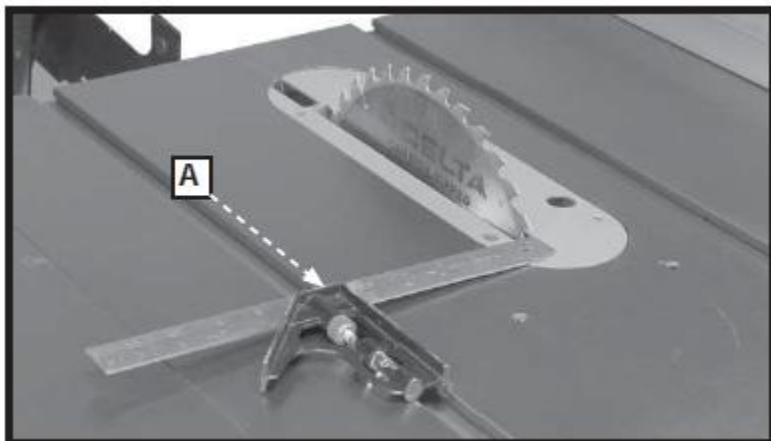
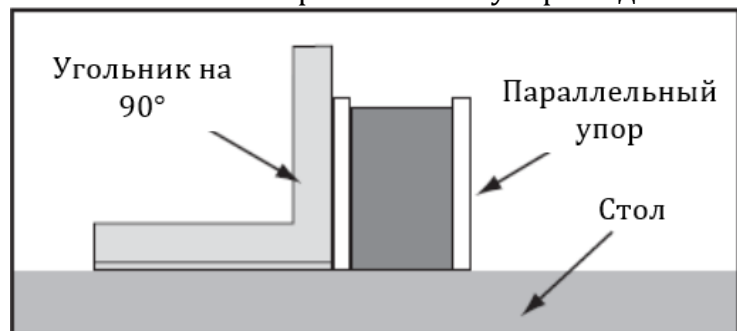

Рис. 31. Измерение расстояние от Т-образного паза до переднего положения дисковой пилы
Рис. 40. Проверка перпендикулярности параллельного упора относительно стола
1. Поставить комбинированный угольник А, **рис. 40**, на стол одной кромкой в паз поворотной головки. Настроить угольник так, чтобы линейка касалась одного из зубьев пилы в переднем положении (рис. 31). Зафиксировать угольник в данном положении.
8. Поставить на стол угольник и отрегулировать плоскость параллельного упора, как показано на рис. 40, обеспечив перпендикулярность параллельного упора столу.